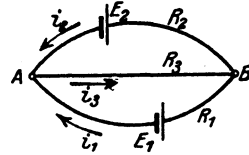

Abb. 30. Zum II. Kirchhoffschen Gesetz.
92. Zwei Elemente, deren elektromotorische Kräfte E_1 und E_2 sind, werden, wie es die Abb. 30 zeigt, gegeneinandergeschaltet. Der Widerstand von AE_1B sei R_1 , der von AE_2B sei R_2 und der von $AB = R_3$. Wie groß sind die Ströme i_1 , i_2 , i_3 ?
Das Minuszeichen sagt, daß der Strom i_2 entgegengesetzt der Richtung des in Abb. 30 eingezeichneten Pfeiles fließt.
94. Es sei in Abb. 30 E_2 ein sogenanntes Normalelement von 1,43 V EMK, E_1 eine Batterie von 4 Akkumulatorenzellen von je 2 V. Wie groß muß R_1 gemacht werden, wenn $i_3 = 0,1$ [0,5] A und $i_2 = 0$ werden soll?
Lösung: Wenn $i_2 = 0$, so herrscht zwischen A und B (Abb. 30) die Spannung E_2 , also muß $\frac{E_2}{R_3} = 0,1$ sein, woraus
Zu b): Beim Brennen der Lampen gilt die durch Abb. 30 dargestellte Stromverzweigung; in die Gl IV, V und VI hat man einzusetzen $E_1 = 6$ V, $R_1 = 0,1 \Omega$, $E_p = 8$ V, $R_2 = 72 \Omega$. $R_3 = 4 \Omega$ und erhält als Entladestromstärke der Akkulatoren-batterie